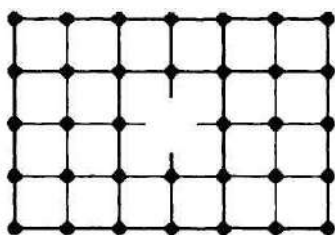

Рис. 1.5. Фрагмент кристаллической решетки
22. Каким является дефект кристаллической структуры представленного на рис. 1.5 фрагмента кристаллической решетки?